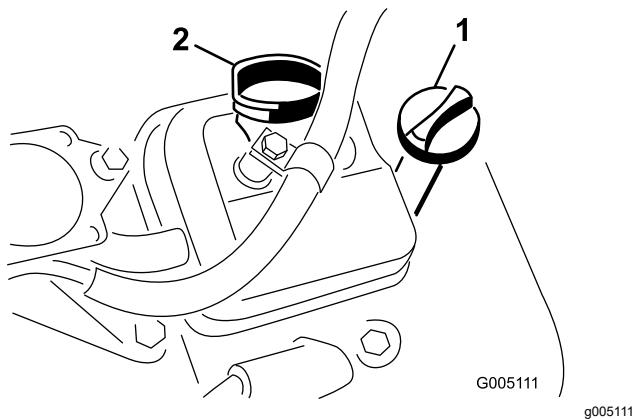

Figure 27
- Remettez la jauge dans le tube et vissez-la dedans (Figure 27).